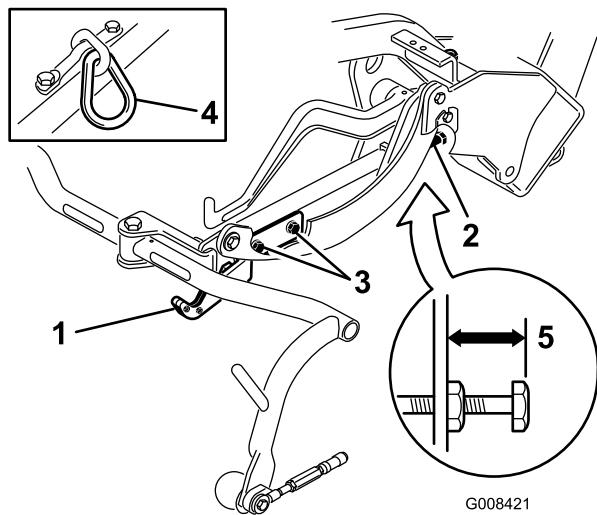
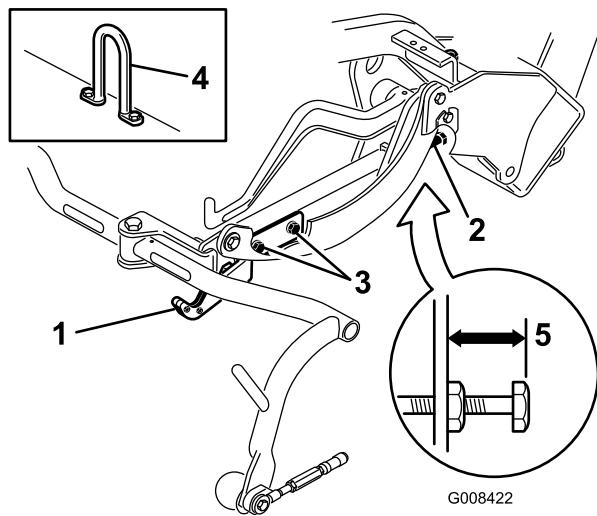
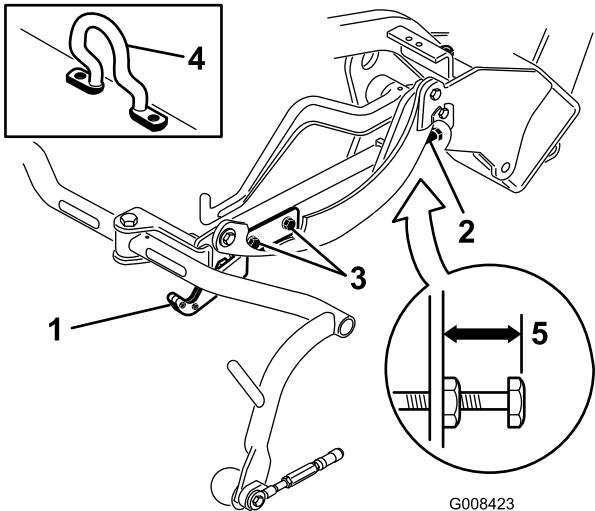

Bild 13
Bild 14
Bild 15
Prüfen Sie die Transporthöhe (Bild 13 und Bild 14) und stellen sie ggf. ein.
2. An Mähwerken, die ein Kettenglied oder einen geraden Hubhaken haben (Bild 13 & Bild 14, Einsätze) müssen Sie darauf achten, dass der Abstand von der Oberkante der Einstellschraube am Trägerrahmen bis zur Rückseite des Trägerrahmens 22 mm beträgt. Sollte der Abstand nicht 22 mm sein, gehen Sie auf Schritt 4. Wenn das Mähwerk mit einem Versatzhublenker (Bild 15) ausgestattet ist, gehen Sie auf den nächsten Schritt.
3. An Mähwerken, die einen Versatzhubhaken haben (Bild 15, Einsatz) müssen Sie darauf achten, dass der Abstand von der Oberkante der Einstellschraube am Trägerrahmen bis zur Rückseite des Trägerrahmens 25 mm beträgt. Sollte der Abstand nicht 25 mm sein, gehen Sie auf Schritt 4.
4. Lockern Sie die Befestigungsschrauben an der Transportplatte (Bild 13, Bild 14 und Bild 15).
7. Wenn die Trägerrahmen nicht dieselbe Höhe aufweisen, lösen Sie die Klemmmutter an der Einstellschraube des Trägerrahmens (Bild 13, Bild 14 und Bild 15). Drehen Sie die Schraube raus, um den Trägerrahmen anzuheben, oder drehen Sie die Schraube rein, um ihn abzusenken. Ziehen Sie die Klemmmutter fest, wenn Sie die richtige Höhe eingestellt haben.